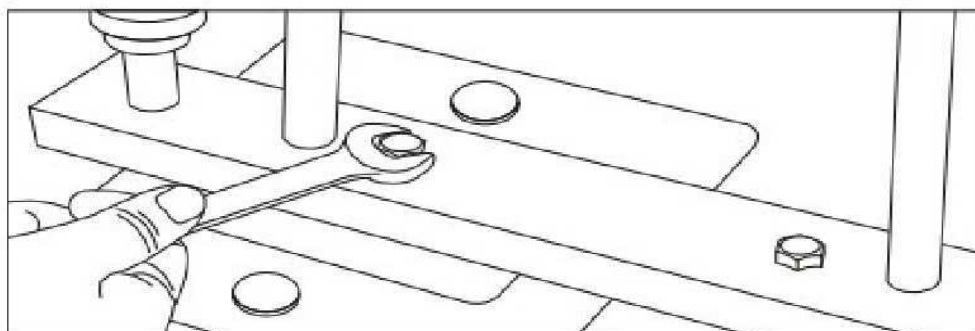

Рис.6
6. Отвинтите два винта, затем поверните тумблер для поднятия узлов крепления верхней части матрицы (рис.6)